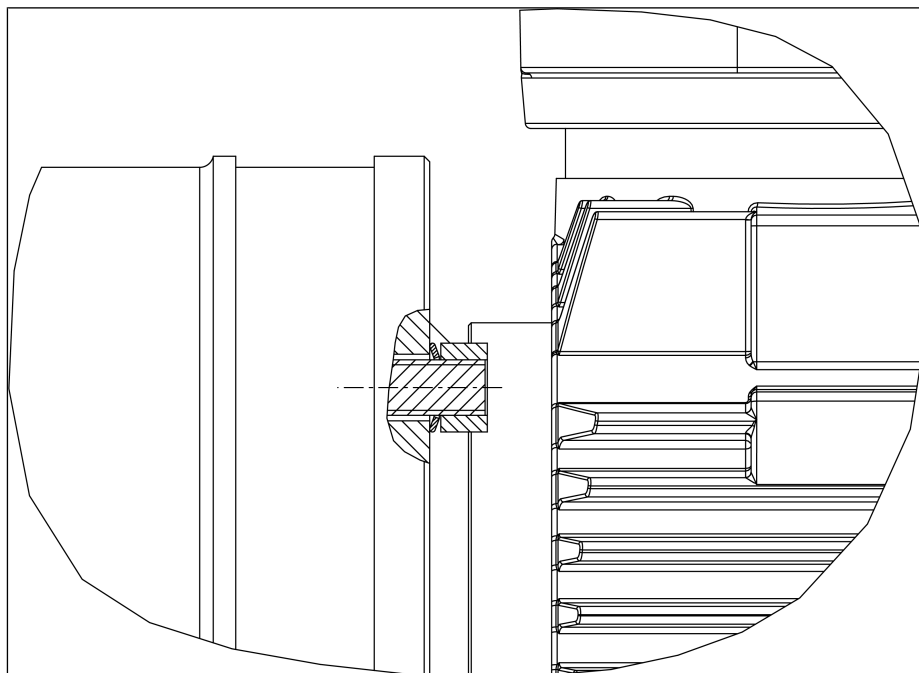

Fig. 22 Orientation de la rondelle cannelée (2)
1. Aligner le demi-accouplement (6) côté moteur (5) au côté pompe.
2. Placer le moteur (3) sur le boîtier du compresseur (7).
**i** Le centrage se fait à l'aide des quatre goujons filetés (8) dans la bride du boîtier du compresseur (7) ainsi que de la couronne dentée insérée auparavant.
3. Vérifier que la surface de bride du moteur (3) et la surface de bride du boîtier de compresseur (7) s'emboîtent correctement l'une sur l'autre.
4. Pousser les 4 rondelles cannelées (2) sur les goujons filetés (8).
**i** Veiller à ce que le diamètre intérieur de la rondelle cannelée (2) se trouve sur l'écrou (1) et que le diamètre extérieur se trouve sur la bride du moteur (3) (voir Fig. 22).